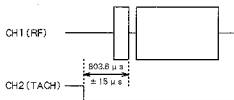

Fig. 4-8
- 1). Connect CH1 of the oscilloscope to TP1-1 (RF) and CH2 to TP5 (TACH).
- 4). Adjust trimmer resistor R39 so that the time from the trailing edge of the TACH waveform to the marker of the RF waveform is $803.6 \pm 5 \mu\text{s}$, as shown in Fig. 4-8.
- 4). 図4-8のように、TACH波形の立下りからRF波形のマーカーまでの時間が $803.6 \pm 5 \mu\text{s}$ になるように半固定抵抗R39を調整する。